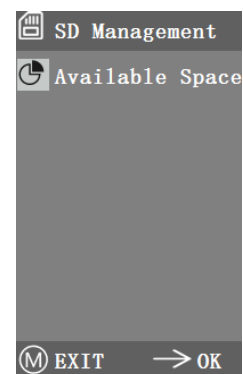

Fig. 36
1. Después de insertar la tarjeta SD, el espacio restante y el espacio total de la tarjeta SD se pueden ver en "Available Space". (Fig. 36)